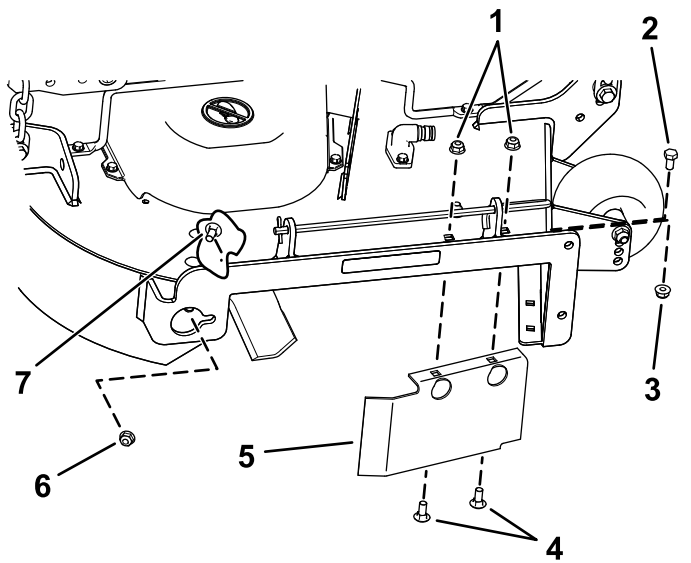

Figure 36
8. Sur la paroi arrière du plateau de coupe, retirez le boulon de carrosserie (5/16 x 3/4") et le contre-écrou (5/16") qui fixent le déflecteur au plateau (Figure 36).
9. Localisez la protection du déflecteur sur le bord avant de l'ouverture d'éjection latérale (Figure 36).
10. Retirez les fixations qui maintiennent la protection du déflecteur et le déflecteur droit sur le plateau de coupe (Figure 36).